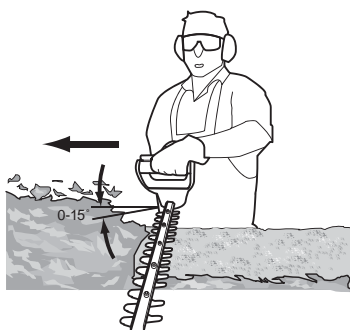

Fig.6
- > Après les côtés, passez au sommet de la haie (Fig.6). Gardez la lame inclinée à un angle d'environ 15° par rapport à la surface de travail.